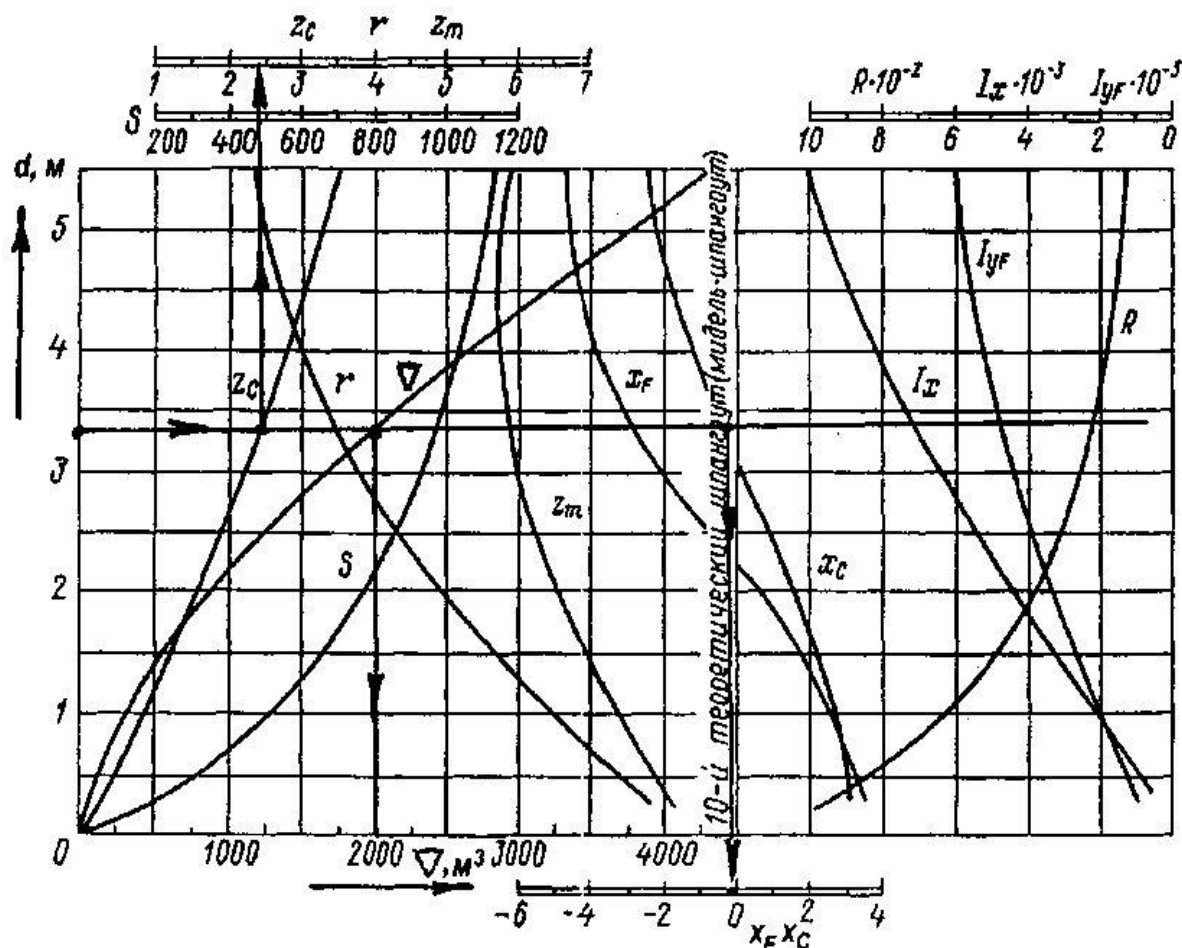

Рис.1 Гидростатические кривые
Кривые элементов теоретического чертежа (рис.1) представляют собой графические зависимости от осадки корабля водоизмещения (V), координат ЦВ (x_c, z_c), площади ватерлинии (S), абсциссы ЦТ площади ватерлинии (x_f) и ее поперечного и продольного моментов инерции (J_x, J_y), поперечного и продольного метацентрических радиусов (r и R).